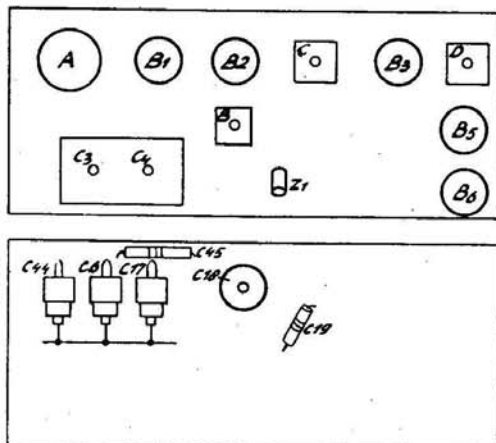

Fig. 10
Les filtres de bande M.F. sont déjà alignés de façon définitive à l'usine sur la M.F. exacte (452 kHz). En tournant le ressort de pression fig. 14, pos. 23 à l'extérieur la partie réceptrice peut être retirée de l'enveloppe métallique après quoi tous les trimmers deviennent accessibles. La disposition des tubes et des trimmers est indiquée sur la fig. 10. Dans les deux gammes d'ondes la fréquence oscillateur est plus élevée que la fréquence d'accord.